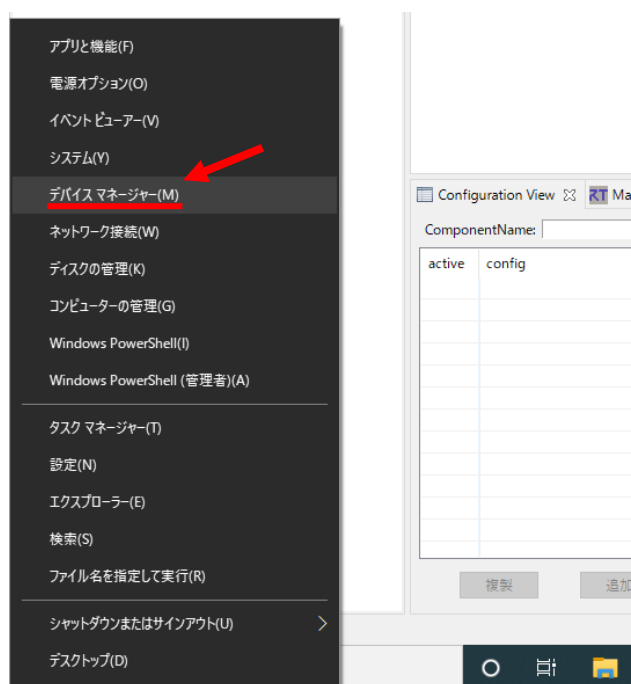

図 34 [スタート]ボタン上で[右クリック]し、表示させた[デバイスマネージャー]の項目
- ⑫ 図 34 のように[デスクトップ]から[スタート]ボタン上で[右クリック]し、表示された項目の中から、[デバイスマネージャー]をクリックし、アプリを起動させる。